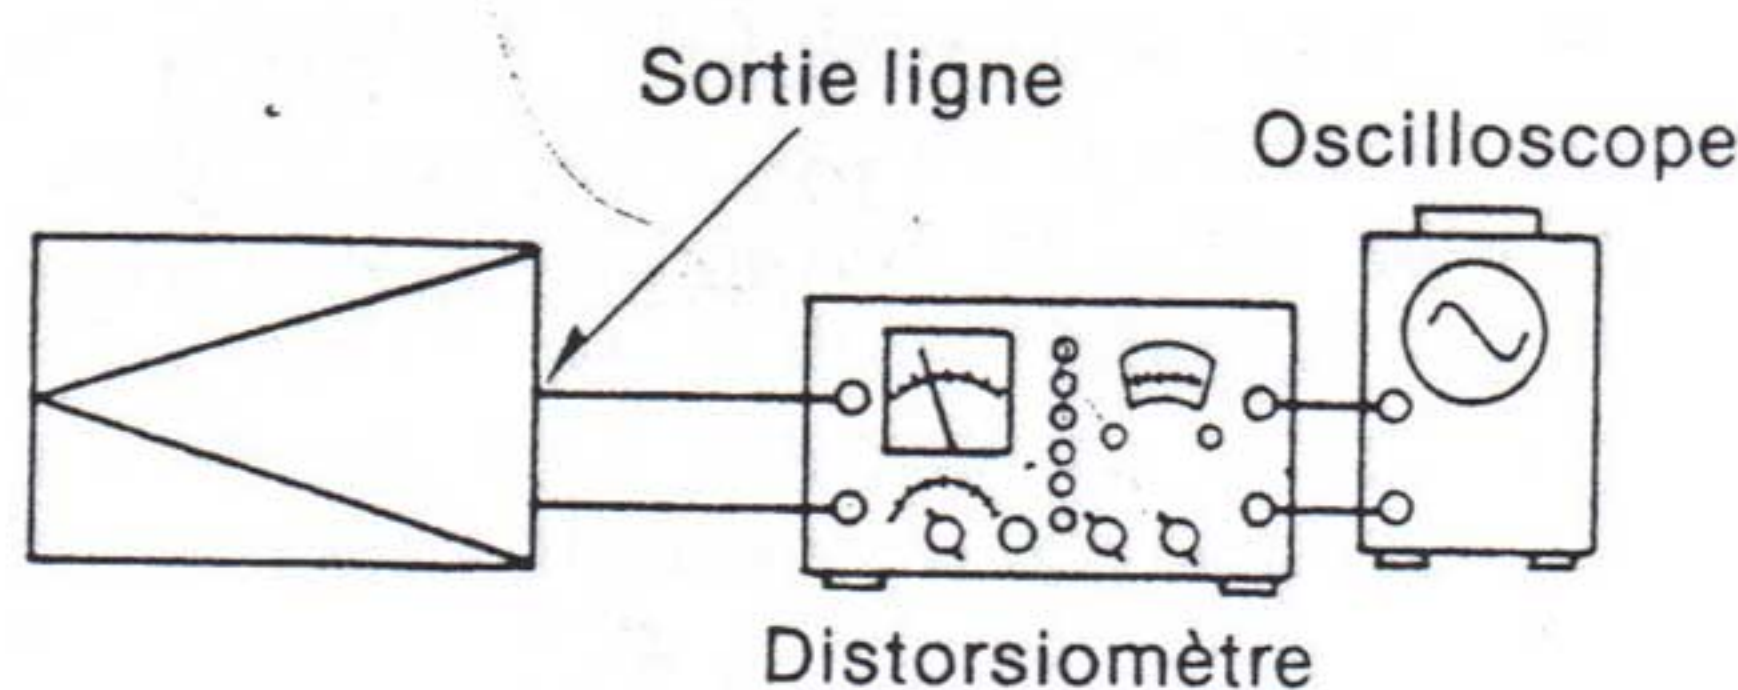

Fig. 26
1. Branchez les appareils de mesure comme indiqué par la figure 26.